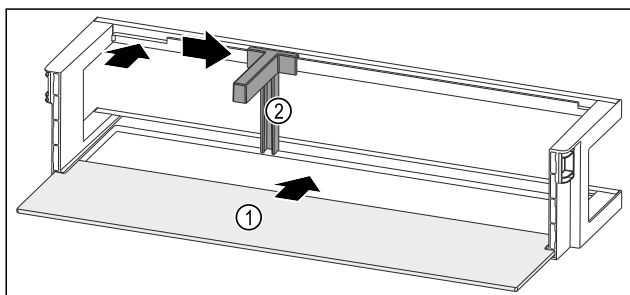

Fig. 227 Polica u vratima s policom za odlaganje
- ▶ Umetnite policu Fig. 227 (1) u bočna udubljenja.
- ▶ Držač za boce Fig. 227 (2) umetnite u otvor.
- ▶ Držač za boce Fig. 227 (2) pogurnite u željeni položaj na stranu.